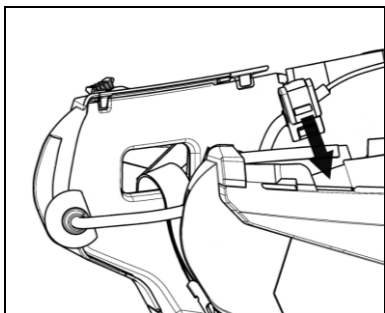

Fig. 8
- Sistemare il cavo all'interno del casco e far scattare la clip di fissaggio destra nell'apposita sede (Fig. 8).